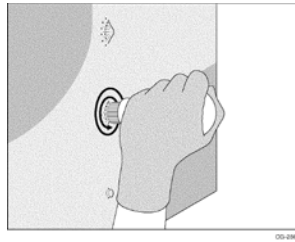

Bild 20
1. Nach Erwärmen die Nietenbürste auf die Niete drücken (Bild 20).